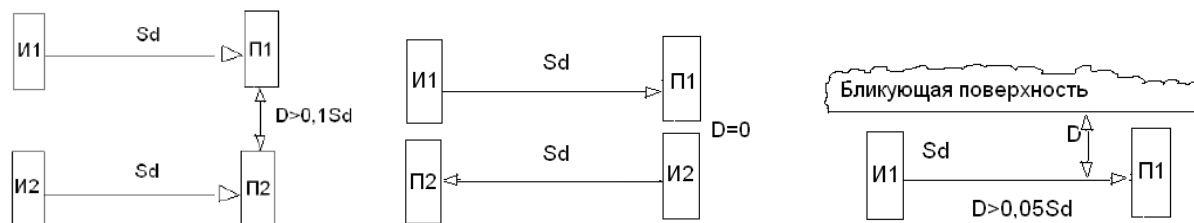

Рис. 5 Варианты установки барьеров
5.5 При монтаже барьеров необходимо учитывать ограничения по их расположению, показанные на **Рис.5**.